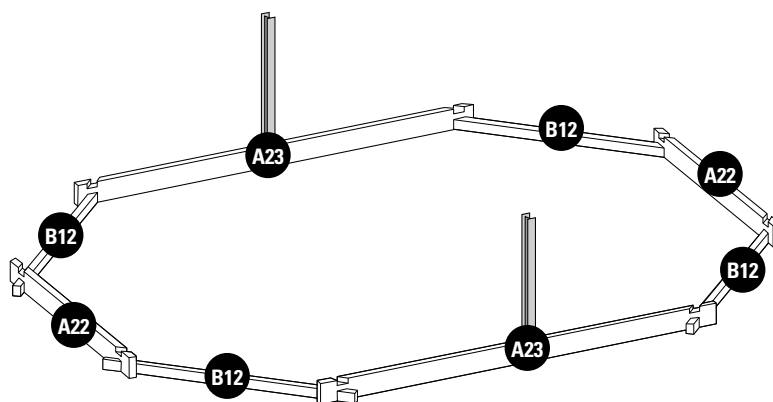

Fig. 1 / Abb. 1 / Afb. 1
**INSTALLATION OF THE FIRST LAYER OF BOARDS:** • Build the first layer placing boards (A22), (A23) and (B12) as shown by figure 1. • Adjust the shape of the pool using the inside dimensions indicated in the installation diagram (see page 43). • The drawing shows the inside dimensions of the pool for the different opposing diagonals. After having installed the first layer, you should check the inside dimensions of the pool.
**POSITIONNEMENT DE LA 1ÈRE RANGÉE DE MADRIERS :** • Constituez la première rangée, en disposant les madriers (A22), (A23) et (B12) comme indiqué sur la figure 1. • Ajustez la forme de la piscine en vous aidant des dimensions intérieures indiquées sur le plan d'implantation (Voir page 43).
**POSITIONIERUNG DER ERSTEN REIHE VON BRETTERN:** • Errichten Sie die erste Reihe, indem Bretter (A22), (A23) und (B12) platzieren, wie Abb. 1 zeigt. • Passen Sie die Form des Pools an, indem Sie die angezeigten Innenmaße verwenden, die in der Einbauzeichnung (Siehe Seite 43) aufgeführt sind.
**PLAATSING VAN DE EERSTE RIJ PLANKEN:** • Construeer de eerste rij door het plaatsen van planken (A22), (A23) en (B12) zoals te zien is op afbeelding 1. • Plan de vorm van het zwembad aan waarbij u gebruik maakt van de interne afmetingen die zijn aangegeven op het montageplan (Zie pagina 43).